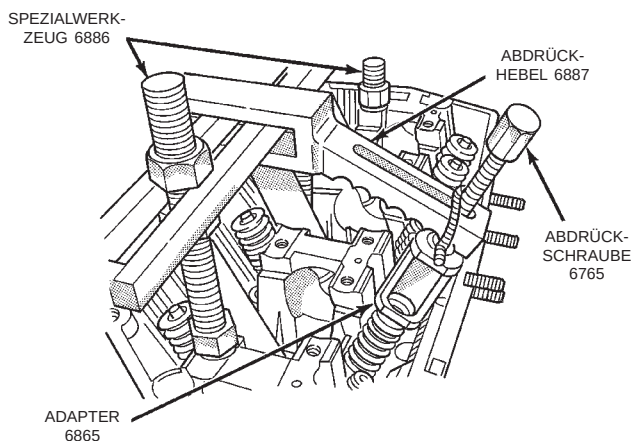

Abb. 42 Ventilfeeder—Aus- und Einbau
(1) Kipphebelwellen wie in diesem Kapitel beschrieben ausbauen.
(2) Kurbelwelle drehen, bis der Kolben im Verdichtungshub OT erreicht hat.
(3) Druckluftschlauch an den Adapter anschließen, der in der Zündkerzenbohrung montiert wurde. Mit 6,2 - 8,3 bar (90-120 psi) beaufschlagen.
(4) Mit Spezialwerkzeugen MD-998772A und 6886, Abdrückhebel 6887, Abdrückschraube 6765 und Adapter 6865 (Abb. 42) Ventilfeuern zusammendrücken und Kegelstücke abnehmen.
(5) Ventilfeeder abnehmen.
(6) Ventilschaftabdichtung mit einem geeigneten Werkzeug demontieren.
(2) Mit Spezialwerkzeugen MD-998772A und 6886, Abdrückhebel 6887, Abdrückschraube 6765 und Adapter 6865 (Abb. 42) Ventilsfeder nur so weit zusammendrücken, daß die Kegelstücke montiert werden können. Werkzeug richtig ansetzen, um Ventilschäfte nicht zu beschädigen (Druckluft erforderlich), Kolben im OT.